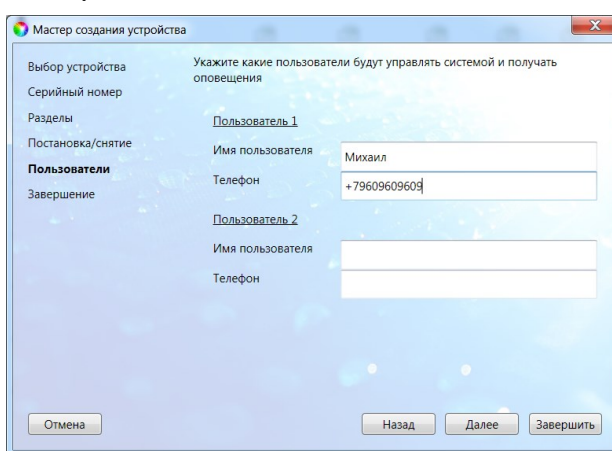

Рис. 5.9. Окно *Пользователи*
13. В следующем окне *Пользователи* можно указать имена и номера телефонов первых двух пользователей (рис. 5.9).